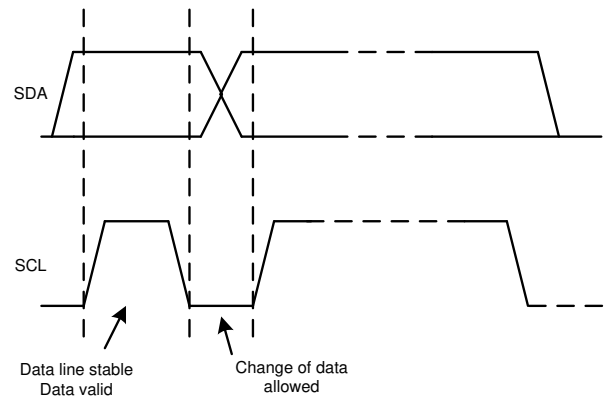

图 7-17. 在 I²C 总线上的位传输
2. 控制器随后产生 SCL 脉冲，并在 SDA 线上发送 7 位地址和读取/写入方向位 (R/W)。在所有传输期间，控制器确保数据有效。有效数据条件要求 SDA 线在时钟脉冲的整个高电平期间保持稳定，如图 7-17 所示。所有